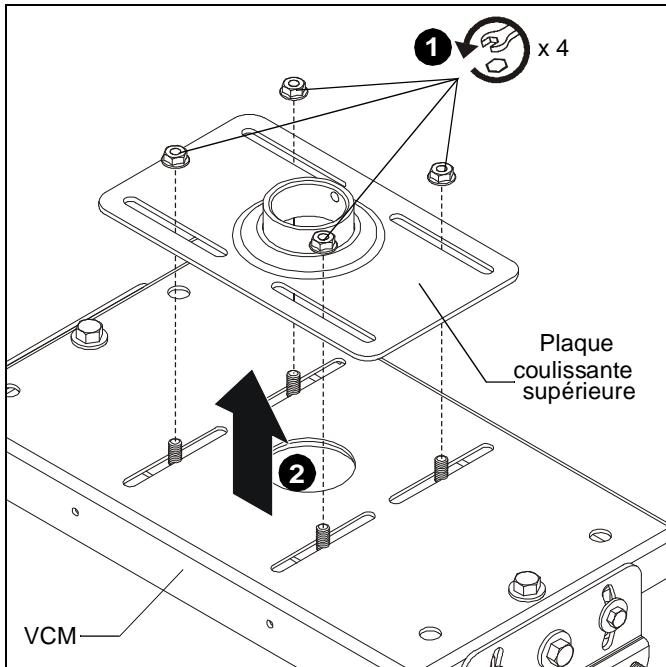

Figure 1
- Retirez et **CONSERVEZ** les quatre écrous sur la partie supérieure du système de montage VCM (non fourni). (voir la Figure 1)
- Retirez et mettez de côté la plaque coulissante supérieure. (voir la Figure 1)